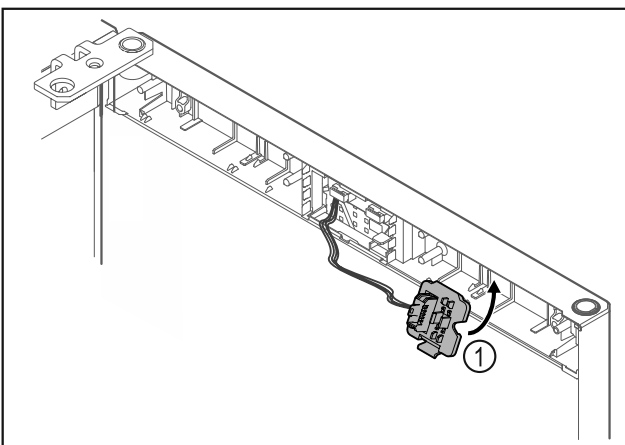

Fig. 15
- ▶ Zaistíte držiak zástrčky Fig. 15 (1) na opačnej strane.